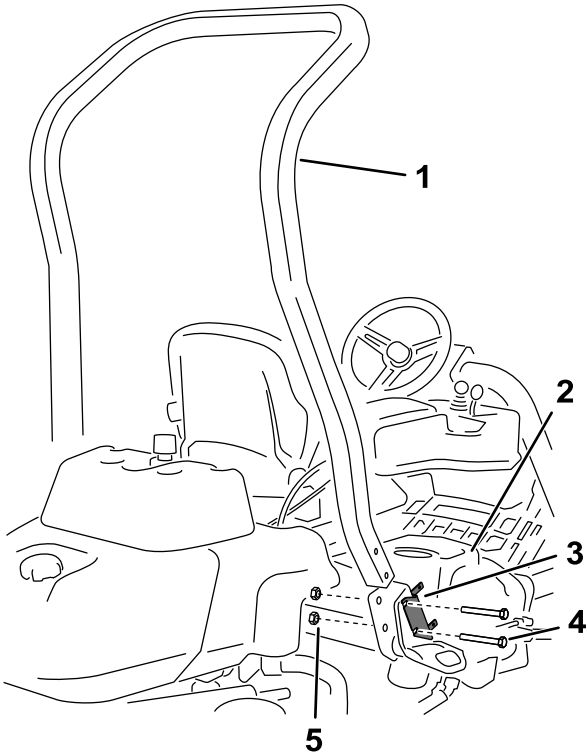

图 3
- 如**图 3**所示卸下将保险丝盒支架固定至 ROPS 支架上的 2 个螺栓。